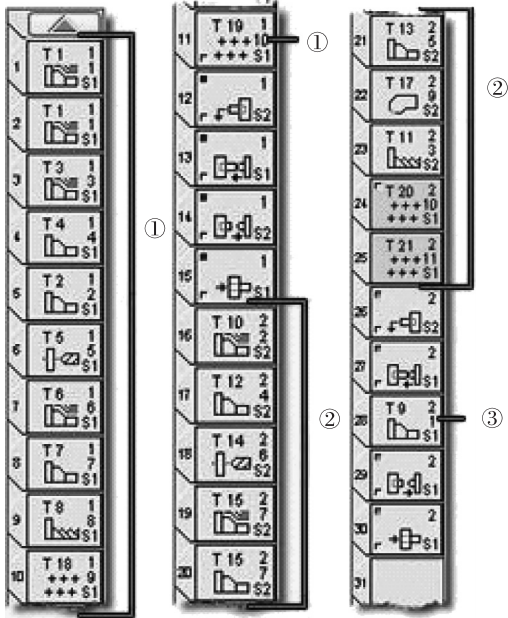

图 6-117 改变操作位置
- 6) 拖动#20 和#21 刀具的操作到#23 和#24 操作之间。这将把操作放在副主轴外轴螺纹车削之后，公共操作结束之前，如图 6-117 所示。